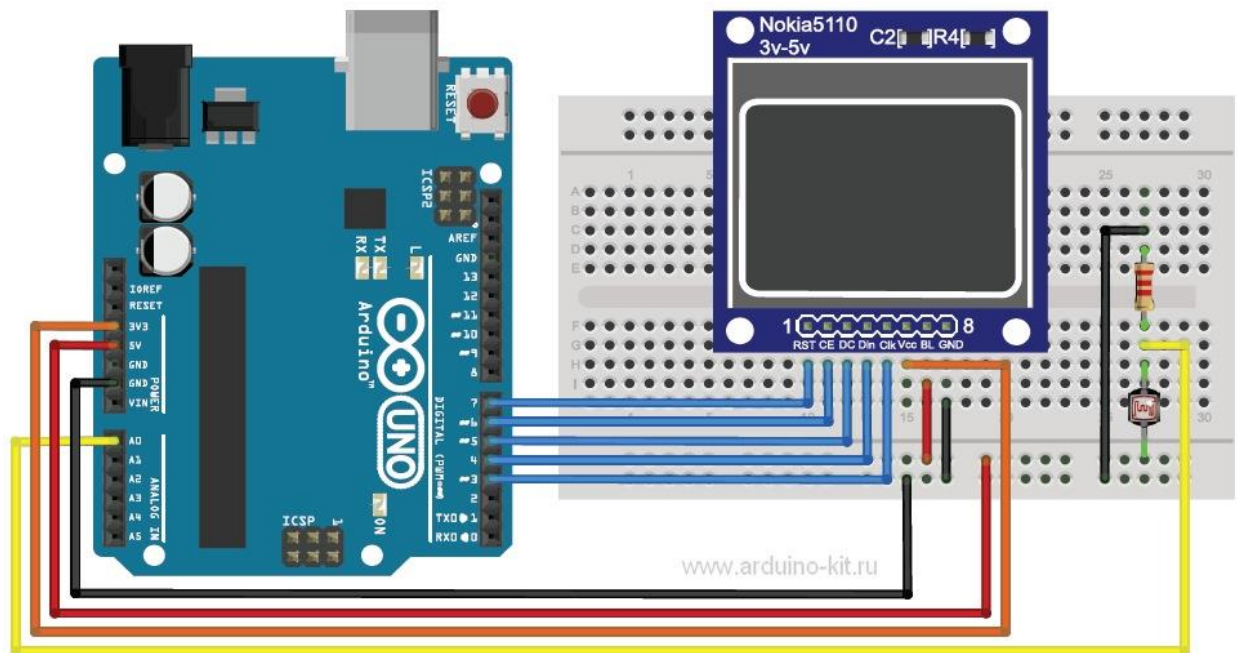

Рис. 16.2. Схема подключения Nokia 5110 и фоторезистора к Arduino
фоторезистора, подключенного к аналоговому входу Arduino A0, и выводить данные освещенности в числовом и графическом представлениях. Схема подключения показана на рис. 16.2.
1. Подключаем датчик дисплея Nokia 5110 и фоторезистор по схеме на рис. 16.2.